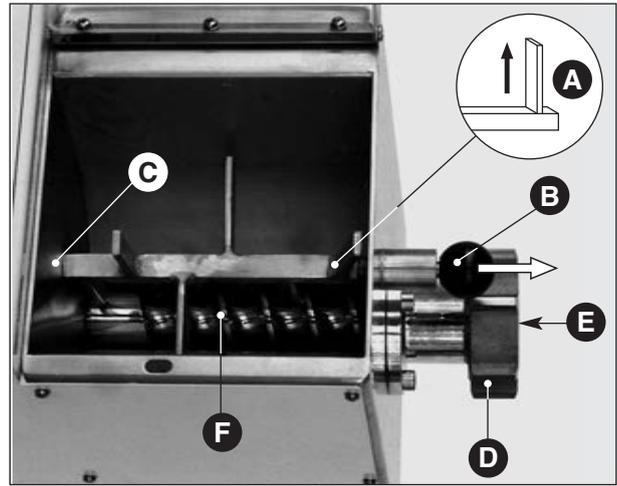

Fig. 13
- Mescolatore: assicurarsi che la pala esterna sia nella posizione verticale superiore (**Fig. 13 A**) (solo questa posizione consente lo smontaggio del pezzo).
Per il modello TR 70: smontare il mescolatore, tirare il pomello (**Fig. 13 B**) fino a disimpegnare il mescolatore;
per il modello TR 75/e: smontare il mescolatore svitando il supporto mobile esterno fino a disimpegnare il mescolatore (**Fig. 13 bis A**).
Sfilare l'albero quadro dalla sua sede (**Fig. 13 C**) e contemporaneamente ruotare l'estremità esterna verso l'alto. Per il montaggio del particolare operare in senso inverso con l'avvertenza di allineare la sede centrale dell'albero con il piolo del supporto mobile; quindi rilasciare il pomello.
- Ghiera (**Fig. 13 D**) e trafila (**Fig. 13 E**): svitare la ghiera a mano, facendo attenzione a non far cadere i pezzi, allorché la ghiera esce dalla sua sede per non procurare danni a sé o ai pezzi stessi.
- Coclea (**Fig. 13 F**): smontata la ghiera con trafila, la coclea si può facilmente estrarre dalla macchina spingendola dalla spirale dall'estremità interna.
Fig. 13 bis